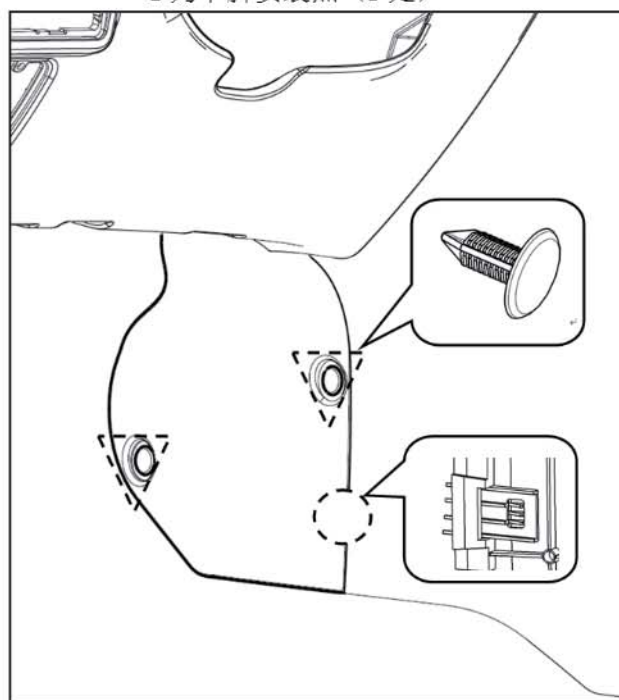

图1-1-9-1仪表板中左下护板安装结构示意图
- (1) 用头部缠绕柔性胶带（或其它柔性产品）的一字螺丝刀小心的撬起并取下图1-1-9-1所示的2个子母卡扣；
- (2) 沿缝隙小心的撬起仪表板中左下护板与下本体之间配合的一个卡脚，当卡脚脱开时取下中左下护板。